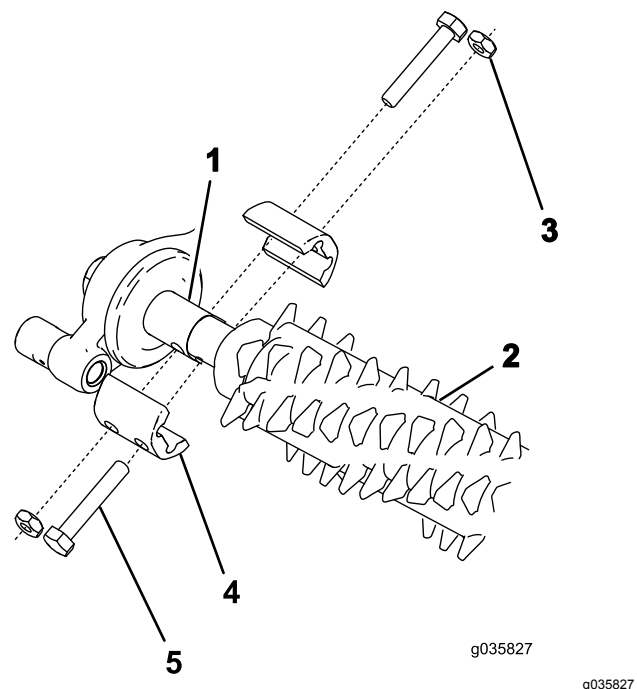

Figura 14
2. Alinhe o conjunto do rastelo com os tubos do eixo da transmissão da caixa de transmissão do rastelo e o conjunto do rolete (Figura 14).
3. Fixe o rastelo na máquina como mostra na Figura 14 utilizando 4 parafusos (1/4 pol. x 1 1/2 pol.), 4 porcas de retenção e 4 grampos do eixo.